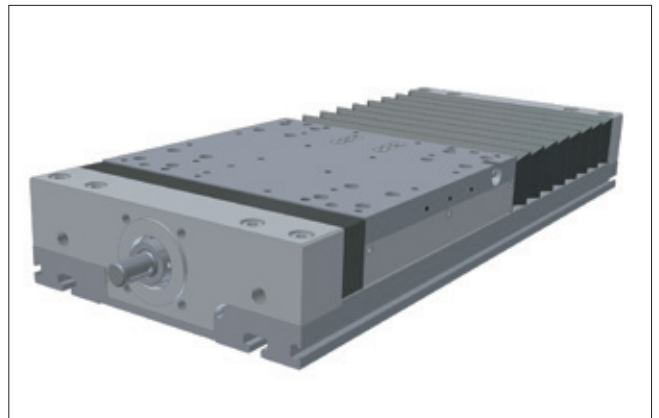

Bild 5.10 ____ AXLT mit Faltenbalg
- Optimaler Schutz der innenliegenden Führungs- und Antriebselemente sowie der induktiven Endschalter durch den optionalen Einsatz von Faltenbälgen (Bild 5.10)